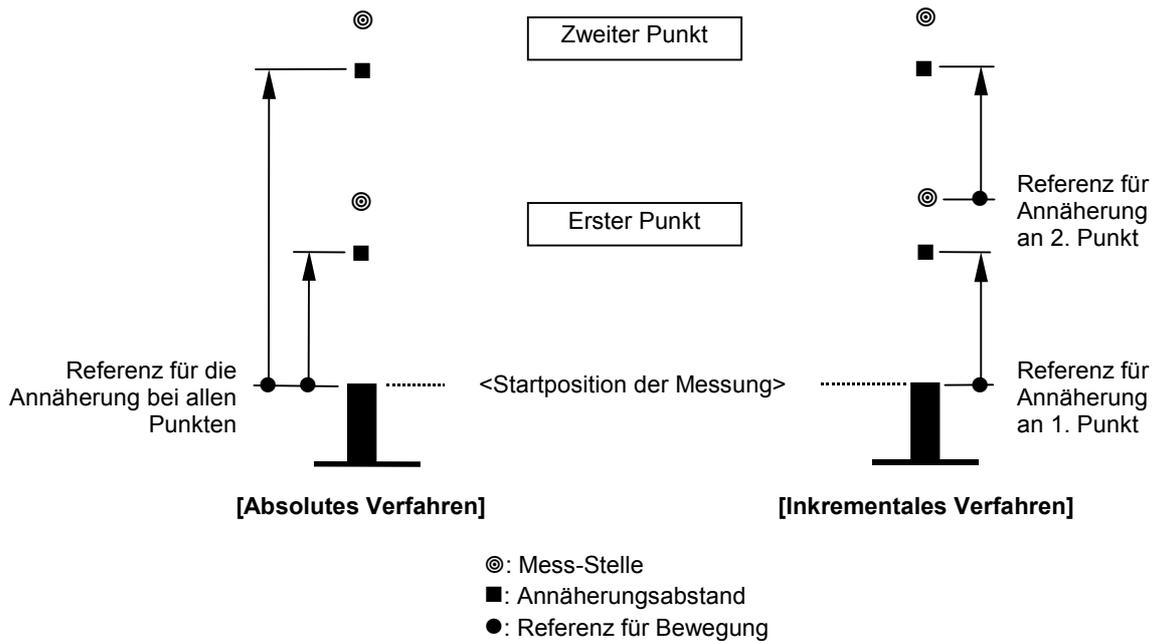

Abb. 9-2-2 Positionier-Methoden
- 2) Wählen Sie eine der vorgegebenen Optionen unter [Positionier-Methode] aus, also entweder "Inkrementales Verfahren" oder "Absolutes Verfahren" (siehe Tabelle 9-2-1 und Abb. 9-2-2).